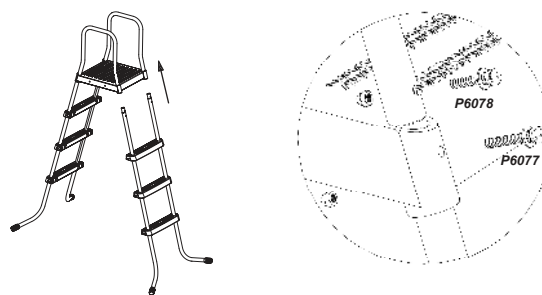

Figura 6
6. Serraggio di tutte le viti. Montare il pannello di segnalazione (figura 6)